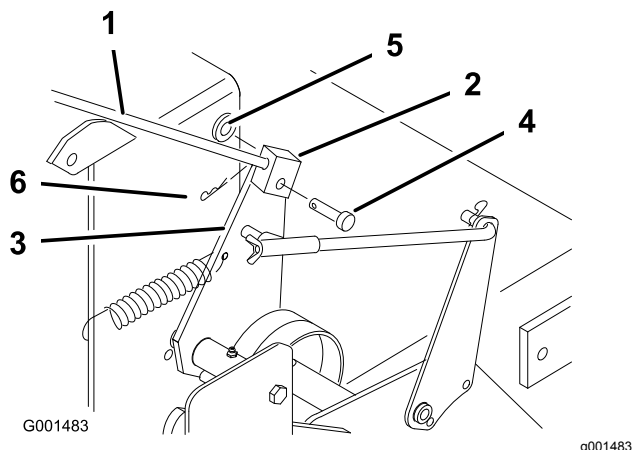

Figure 19
1. Retirez la goupille fendue, la rondelle et l'axe de chape qui fixent le raccord de la tige de commande au support de la poulie de tension (Figure 19).